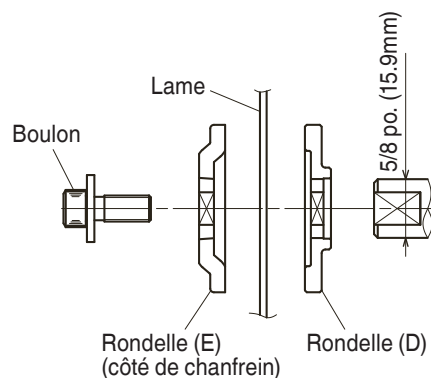

Fig. 27-d
- (7) Appuyer sur le verrou d'axe et serrer le boulon en le tournant vers la gauche à l'aide de la clé fournie comme accessoire standard (clé à barre à six pans de 5mm), comme indiqué à la Fig. 27-c.